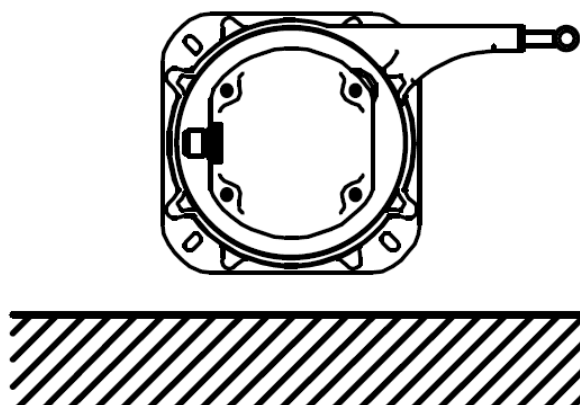

Abbildung 4-2
(2) Wenn die Mittellinie des Sensors parallel zur horizontalen Fläche verläuft, wie in Abbildung 4-2 dargestellt, beträgt der Ausgangswert dieses Sensors  $0^\circ$ . Drehen Sie den Sensor im Uhrzeigersinn, erhöht sich der Winkelwert. Drehen Sie den Sensor gegen den Uhrzeigersinn, wird der Winkelwert kleiner. Der Kunde sollte die Ausgangsposition des Sensors entsprechend seiner eigenen Anwendung bestimmen.